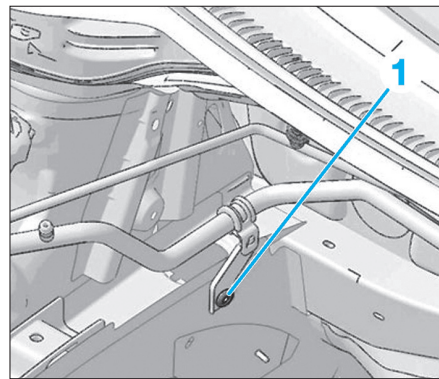

Fig. 8
- la vis de fixation (1) de la platine de maintien du conduit de fluide réfrigérant (Fig.8),